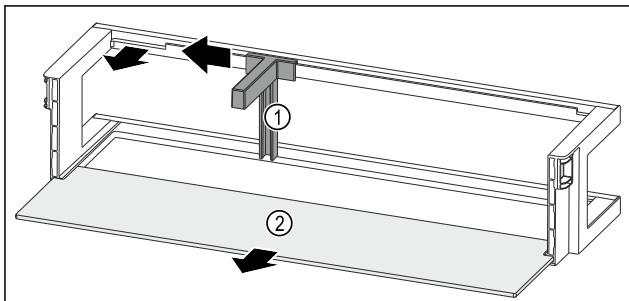

Fig. 133 Дверная полка с держателем для бутылок и съемной полкой
- Сместите держатель для бутылок Fig. 133 (1) до выемки в сторону.
- Извлеките держатель для бутылок Fig. 133 (1).
- Извлеките съемную полку Fig. 133 (2).